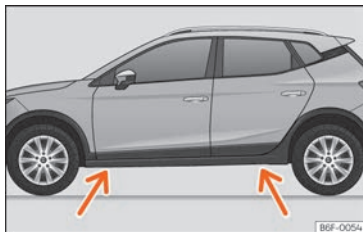

Fig. 74 Points de prise du cric.
- Recherchez sur le bas de caisse la marque du point d'appui du cric (zone renforcée) le plus proche de la roue à changer » » fig. 74.